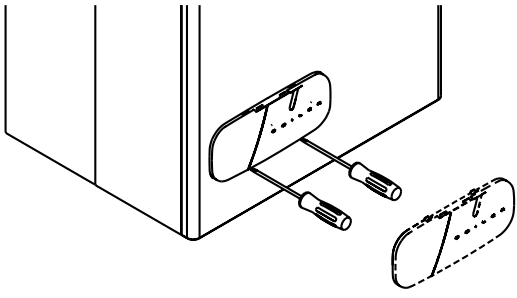

Fig. 3.2
- fare leva con un cacciavite per togliere lo sportellino del pannello di comando (fig. 3.2)
- cu ajutorul unei șurubelnițe scoateți ușița panoului de comandă (fig. 3.2.);